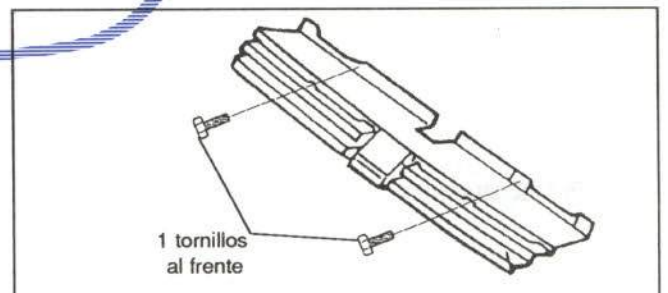

Figura 14.- Fijación de la rejilla frontal
En la figura 14 se muestra su fijación
- Rejilla (figura 14)